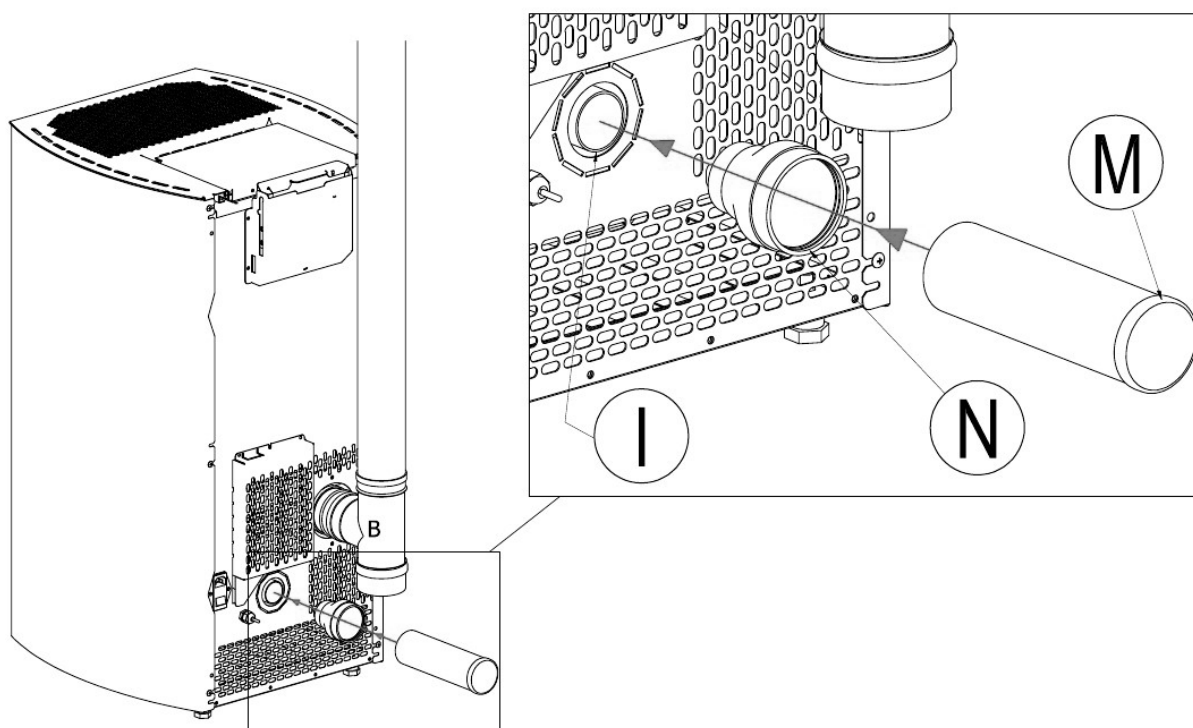

Fig. 13 - Conexiones
LEYENDA	Fig. 13
- Empalme N con Q utilizando un tubo flexible o rígido de diámetro de 60 mm, con una longitud máxima de 2 metros (ver **Fig.13**).
LEYENDA Fig. 13
- Empalme N con Q utilizando un tubo flexible o rígido de diámetro de 60 mm, con una longitud máxima de 2 metros (ver Fig. 13).